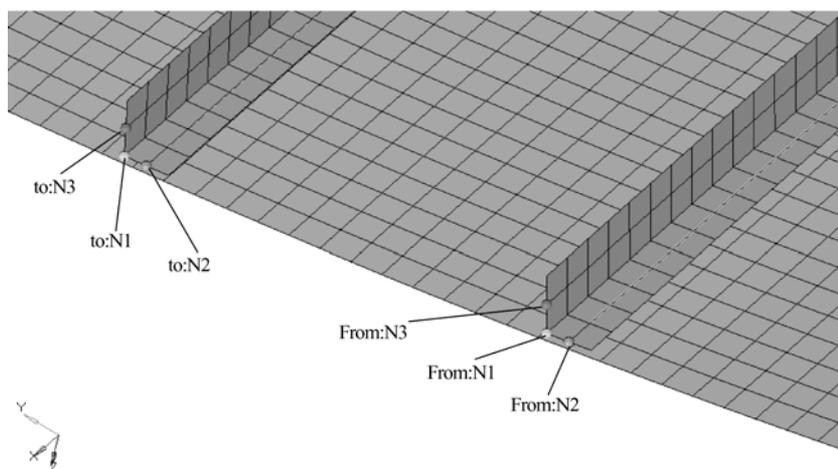

图 7-107 复制单元
(4) 网格划分后，进入 `tool > position` 面板，将创建的 1D 单元复制并移动到新的位置，如图 7-106 和图 7-107 所示。
单击 `elems`，选择方式选择 `by collectors`，并选择 `stringer_skin_point`，再次单击 `elems`，选择 `duplicate`，复制单元到 `current component`，`from` 节点与 `to` 节点选择如图 7-107 所示。